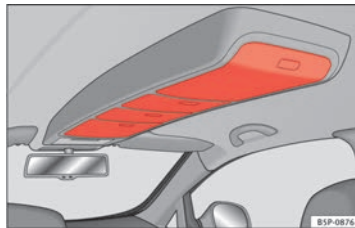

Fig. 98 Portaobjetos en el techo.
- Para abrir estos compartimentos, presione sobre el pulsador de la tapa, ⇒ fig. 98. La tapa se abre automáticamente.